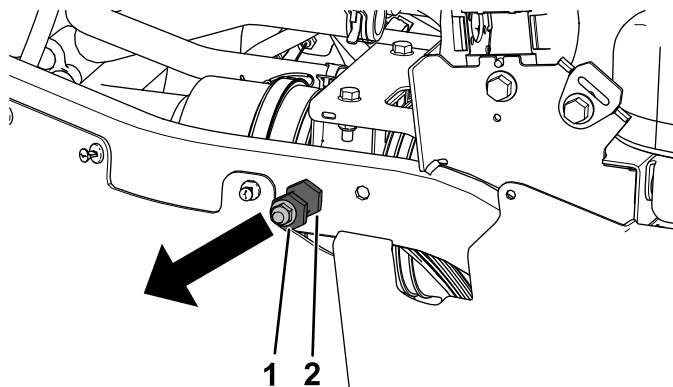

**Figure 11**
4. Retirez le contre-écrou ( $\frac{3}{8}$ " ) et la goupille de verrouillage des tubes arrière droit et gauche du cadre (Figure 11).